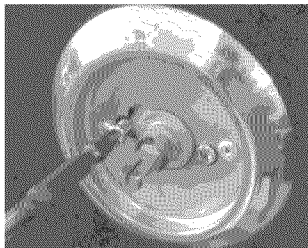

Fig. 11g
6. Introduzca el vástago de la válvula a través del orificio de la facia y sujete con los 2 tornillos removidos previamente en el paso anterior como se señala en la **Fig. 11g**.